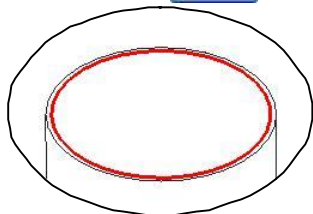
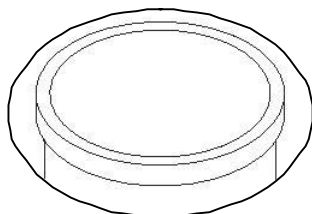

图5-46
图5-47
- 在【成形特征】工具条中单击【拉伸】按钮，弹出【拉伸】对话框。选择图 5-46 所示的实体边缘，在【选择步骤】栏中选择【ZC 轴】选项，然后在【结束】输入框中输入“9”，勾选【偏置】选项，在【结束】输入框中输入“4”，接着在【选择步骤】栏中选择【求和】选项，再选择求和的目标体，最后单击 **确定** 按钮创建拉伸特征，结果如图 5-47 所示。